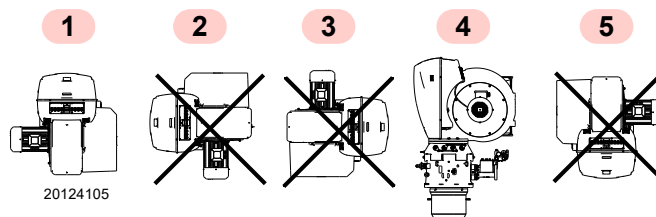

Abb. 11
- Der Brenner kann ausschließlich in den Stellungen 1 und 4 Abb. 11 betrieben werden.